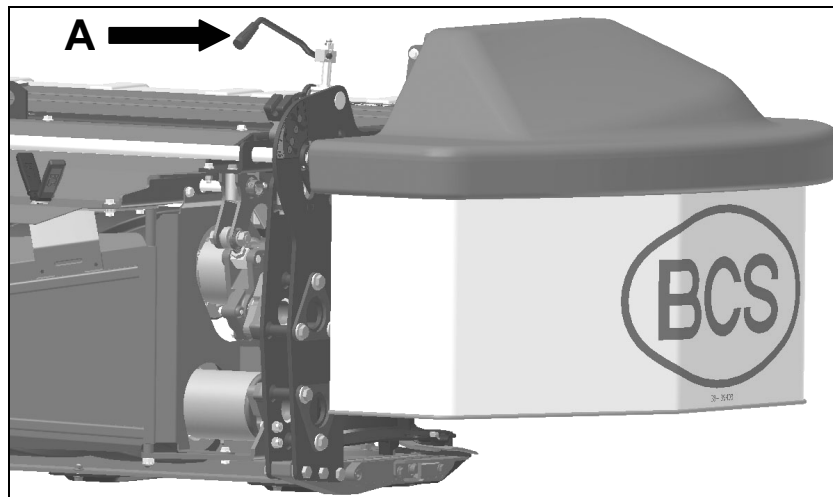

fig.19
La pressione esercitata dai rulli può essere aumentata ruotando in senso orario la leva **A** (fig.19), in funzione del tipo e della quantità di foraggio.
The pressure exerted on the rollers may be increased by turning lever **A** (fig.19) clockwise, depending on the type and quantity of hole forming.
La pression exercée par les rouleaux peut être augmentée en tournant dans le sens horaire le levier **A** (fig.19) en fonction du genre et de la quantité de fourrage.
La presión ejercida por los rodillos puede aumentarse girando la palanca en sentido horario **A** (fig.19), en función del tipo y de la cantidad de forraje.
Der von den Rollen ausgeübte Druck kann je nach Art und Menge des Mähguts durch Drehen des Hebels **A** im Uhrzeigersinn (Abb.19) verstärkt werden.
- Scaricare la barra di torsione del condizionatore ruotando in senso antiorario la leva **A** (fig.19).
- Discharge the torsion bar of the conditioner, turning lever **A** (fig.19) anti-clockwise.
- Décharger la barre de torsion du conditionneur en tournant le levier **A** dans le sens antihoraire (fig.19).
- Descargar la barra de torsión del acondicionador girando en sentido antihorario la palanca **A** (fig.19).
- Den Drehbalken des Konditionierers durch Drehen des Hebels **A** (Abb.19) im Gegenuhrzeigersinn entlasten.